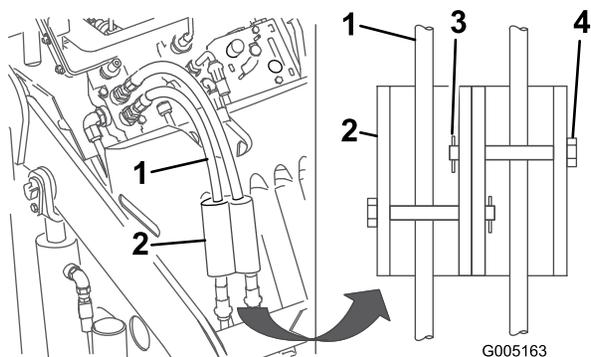

Figura 13
7. Instale los bloques de cilindro sobre las mangueras hidráulicas y fíjelos con los pasadores y chavetas (Figura 13).